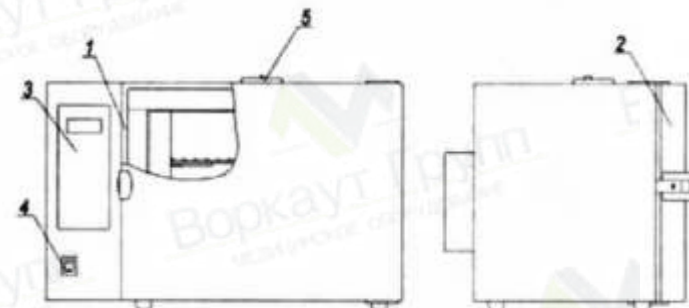
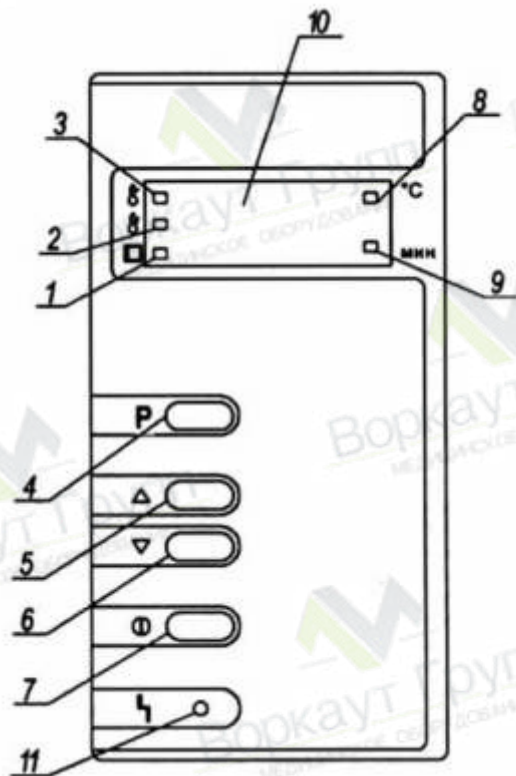

Рисунок 1 - Стерилизаторы ГП МО. Общий вид
Рисунок 2 - Расположение органов управления стерилизатором на блоке управления
1.4.1 Общий вид стерилизатора представлен на рис. 1 и 2.
Установить выключатель (поз.4, рис. 1) в положение "I". На блоке управления загорится индикатор (поз.8, рис. 2), информационное табло (поз.10, рис.2) показывает текущую температуру в стерилизационной камере.
Для выбора программы стерилизации нажать на кнопку "P" (поз.4, рис.2) и выбрать нужную программу путем нажатия на одну из кнопок "Δ", "▽" (поз.5, 6, рис.2).
Для запуска выбранной программы кратковременно (не более 2 сек) нажать на кнопку "ⓘ" (поз.7, рис. 2). Стерилизатор перейдет в фазу "ПОДГОТОВКА". Информационное табло индицирует изменение температуры в камере. Происходит нагрев до установленного значения температуры.
"СТЕРИЛИЗАЦИЯ". Включается светодиодный индикатор "СТЕРИЛИЗАЦИЯ" (поз.3, рис. 2), информационное табло попеременно индицирует время выдержки и текущую температуру в камере. Происходит выдержка при заданной температуре, по истечении которой стерилизатор переходит в фазу "ОХЛАЖДЕНИЕ",
В фазе "ОХЛАЖДЕНИЕ" индикатор продолжает показывать изменение температуры в камере и горит индикатор "ОХЛАЖДЕНИЕ" (поз.2, рис. 2). Температура в камере падает. При понижении температуры до 75°C гаснет индикатор "ОХЛАЖДЕНИЕ", загорается индикатор "ВЫГРУЗКА" (поз.1, рис. 2) и звучит прерывистый звуковой сигнал, который выключается через 1 минуту.
2.3.3 Установить выключатель (поз.4, рис. 1) в положение " I ". На блоке управления загорится индикатор (поз.8, рис. 2), информационное табло (поз.10, рис.2) показывает текущую температуру в стерилизационной камере.
В алгоритм управляющей программы стерилизатора заложена возможность автоматического запуска прерванной (в результате кратковременного пропадания питающего напряжения) программы. Если после включения произошел автоматический запуск программы, то для ее остановки необходимо нажать на кнопку (I) (поз.7, рис.2) и удерживать в течение 3 секунд.
Программа запоминает в энергонезависимой памяти номер последней программы, запущенной на исполнение. Для ее повторного запуска можно сразу нажать на кнопку "(I)" (поз.7, рис. 2), не производя перебор программ,
2.3.2 Для запуска выбранной программы кратковременно (не более 2 сек) нажать на кнопку "(I)" (поз.7, рис. 2). При этом включится вентилятор принудительной циркуляции воздуха внутри стерилизационной камеры и стерилизатор перейдет в фазу "ПОДГОТОВКА", Информационное табло индицирует изменение температуры в камере. Происходит нагрев до установленного значения температуры.
При необходимости запущенную программу можно остановить, нажав на кнопку "(I)" (поз. 7, рис.2) и удерживать в течение 3 секунд. Эту остановку можно выполнить в любой фазе стерилизации.
2.3.3 При достижении заданной температуры стерилизатор переходит в фазу "СТЕРИЛИЗАЦИЯ". Включается светодиодный индикатор "СТЕРИЛИЗАЦИЯ" (поз.3, рис. 2), информационное табло попеременно индицирует время выдержки и текущую температуру в камере. Происходит выдержка при заданной температуре, по истечении которой стерилизатор переходит в фазу "ОХЛАЖДЕНИЕ"
2.3.5 При понижении температуры до 75°C гаснет индикатор "ОХЛАЖДЕНИЕ", загорается индикатор "ВЫГРУЗКА" (поз.1. рис. 2) и звучит прерывистый звуковой сигнал, который выключается через 1 минуту.